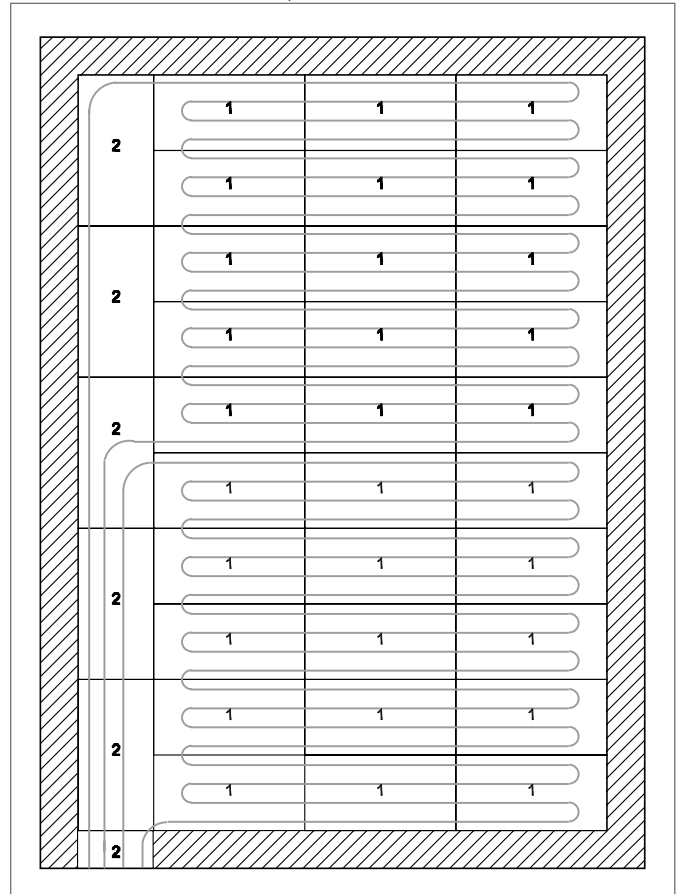

Рис. 16-7 Пример плана укладки труб в теплоизоляционные маты TS-14
5. Уложить маты согласно выбранной схеме (см. рис. 16-7), избегая пропусков.